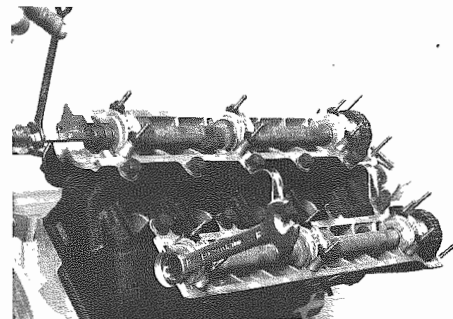

Fig. 138 - Ruotare gli assi a camme
- Posizionare gli assi a camme (**Fig. 138**) in modo che tutte le valvole siano chiuse.
- Position all camshafts (**Fig. 138**) in order that all valves are closed.